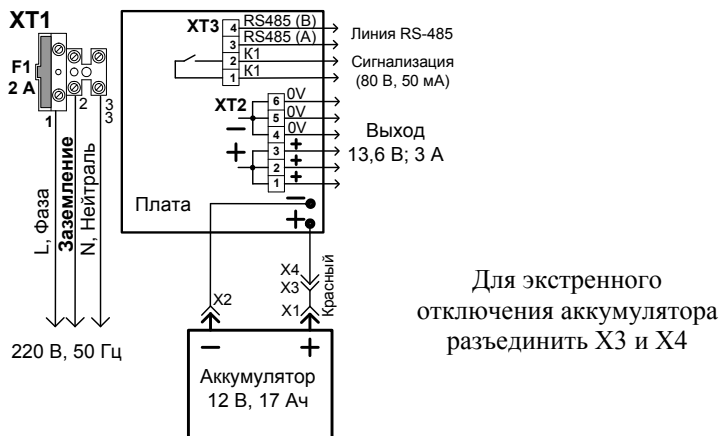

Рис. 3. Схема подключения
При подключении внешнего питающего напряжения 220 В к сетевой колодке ХТ1 необходимо соблюдать правильность подключения проводов «фаза», «нейтраль» и «земление». Подключение цепей к РИП производить в соответствии с рис. 3. Схема подключения расположена на внутренней стороне корпуса РИП.
2.3.1 Проверить правильность произведённого монтажа в соответствии со схемой подключения РИП (рис. 3).